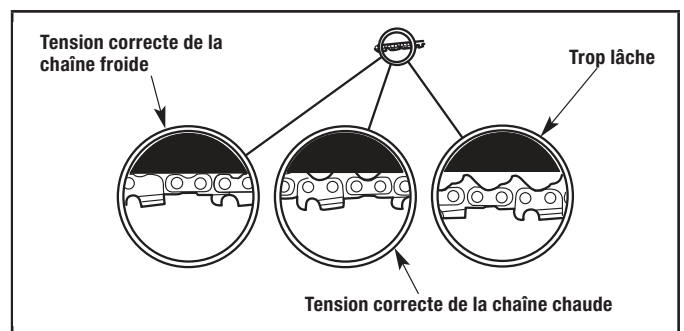

Figure 26
- Tension de la chaîne froide - La chaîne doit être bien serrée contre le dessous de la barre de guidage. La chaîne ne devrait pas être lâche (Fig. 26).
- Tension de la chaîne chaude - La température de la lame d'acier augmente pendant l'utilisation. Un affaissement d'environ 1,3 mm (1/16 po) devrait être visible sous la barre de guidage lorsqu'elle est chaude (Fig. 26).